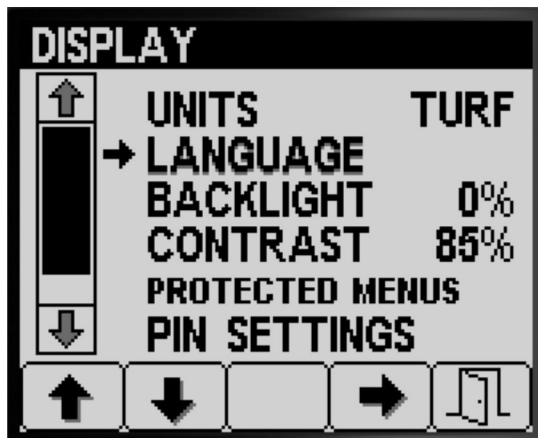

Figura 18
1. Prima os botões 1 ou 2 para navegar para a opção IDIOMA (Figura 18).
2. Prima o botão 4 para seleccionar a entrada IDIOMA (Figura 18).